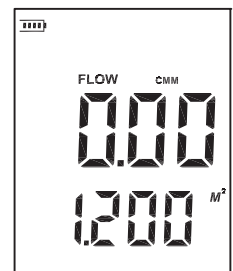
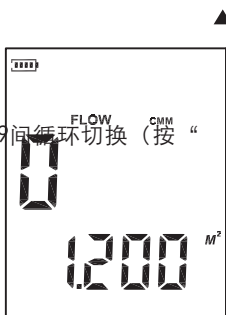

图4
图5
▶ 按“VEL/FLOW”键转到“FLOW”状态模式,此时LCD屏幕显示如图4:
▶ 长按“AREA”键3秒,LCD上方4个数字会改变为1个见图5,此时可输入风口面积,如1.2,先按“ $\blacktriangle$ ”键使最左边一位为1,然后按“ $\bullet$ ”小数点键,再按“ $\blacktriangleright$ ”移位键使LCD显示“1.0”,再按“ $\blacktriangle$ ”键使“0”变为“2”然后再按“ $\blacktriangleright$ ”移位键两次,使LCD显示“1.200”,最后按“ $\blacktriangleright$ ”移位键确认,此时LCD屏幕显示如图4: